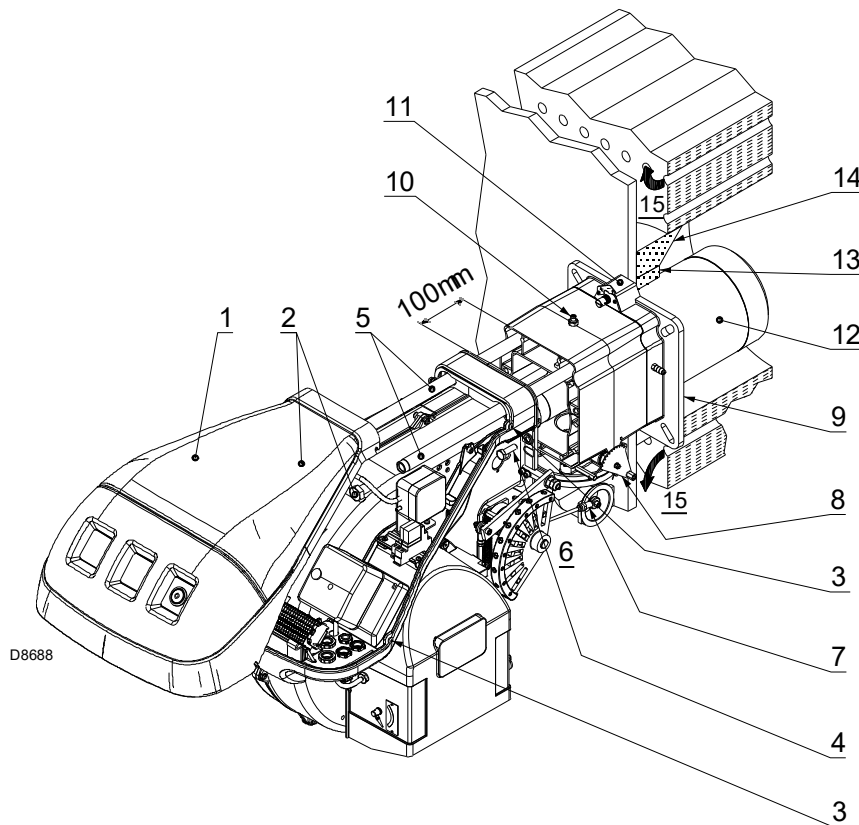

Fig. 11
La longueur de la buse 12)(Fig. 11) doit être choisie en fonction des indications du constructeur de la chaudière et, dans tous les cas, elle doit être supérieure à l'épaisseur de la porte de la chaudière munie de réfractaire.
Pour les chaudières avec circulation des fumées sur l'avant 15)(Fig. 11, page 15), ou avec chambre à inversion de flamme, réaliser une protection en matériau réfractaire 13), entre le réfractaire de la chaudière 14) et l'embout 12).
Séparer, ensuite, la tête de combustion du reste du brûleur, comme illustré sur la Fig. 11.
Une fois cette éventuelle opération effectuée, fixer la bride 11)(Fig. 11) à la plaque de la chaudière en intercalant l'écran isolant 9)(Fig. 11) fourni.
- remonter le brûleur sur les glissières 3)(Fig. 16) à environ 100 mm du manchon 4) - brûleur en position illustrée sur la Fig. 11;